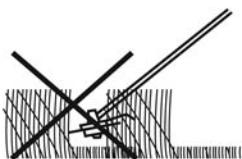

Rys. 25
- > Trzymać głowicę tnącą nisko nad podłożem pod kątem około 30° (Rys. 25).